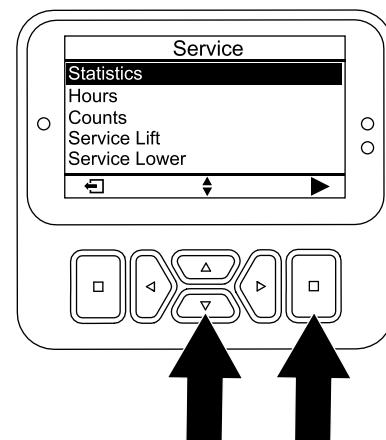

図 96
5. サービス画面で、統計オプションが選択されるまで下ボタンを押し、次に選択ボタンを押す (図 96)。